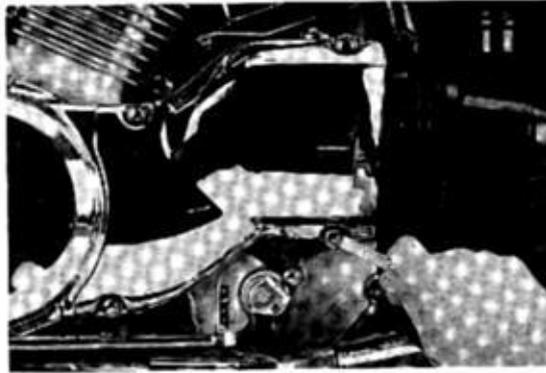

Bild 63
- Sekundärkegelradabdeckung (Bild 63) abnehmen und Seitenständerschalterkabel am Stecker trennen.